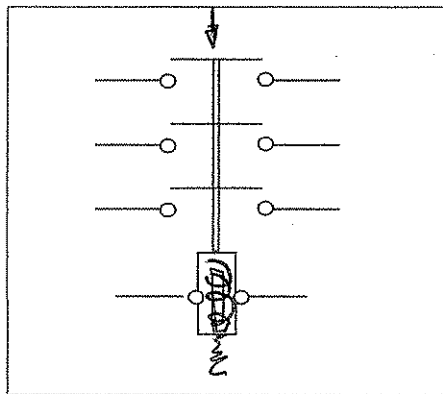

Fig. 2
- b. Tres contactos principales que se cierran estableciendo el circuito cuando la bobina es excitada y "chupa" al núcleo del electroimán. Estos contactos principales, se encuentran normalmente abiertos y esto se designa **NA**, ver Fig. 2, donde además se observan los dos contactos inferiores correspondientes a la bobina.